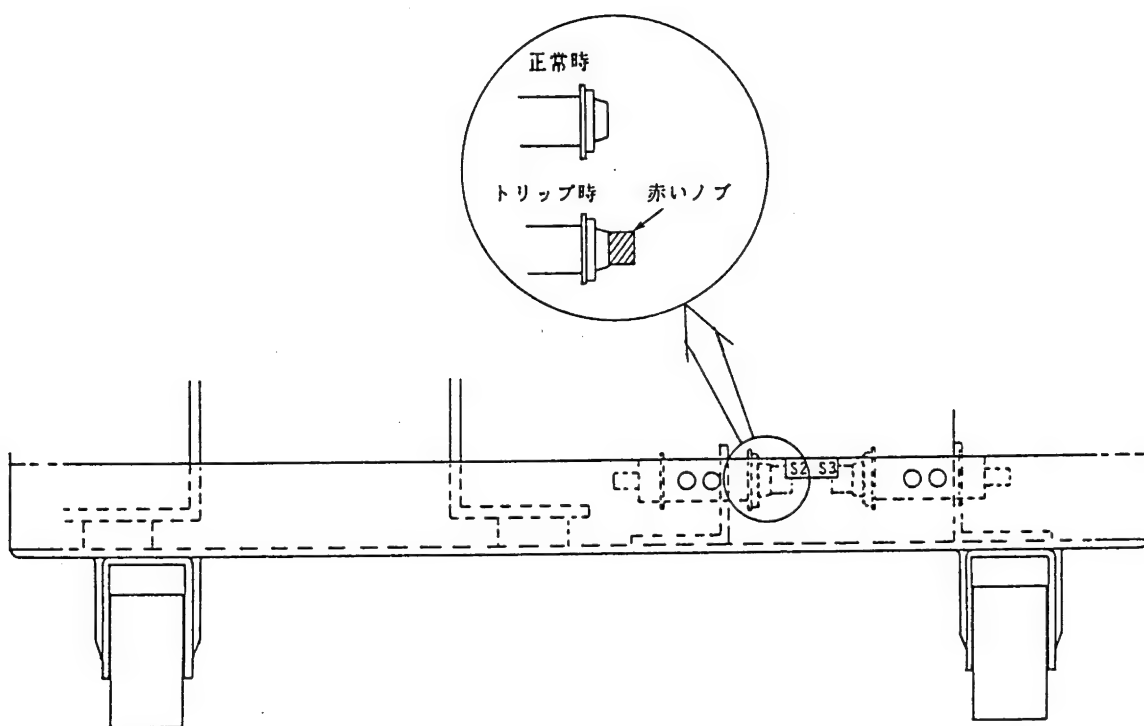

図 3-3-6
- OUTPUT [アウトレット]③ 1個当たりから 10A 以上の出力電流を流した場合、本体内部のサーキットプロテクタが遮断することがありますのでご注意ください。この場合は、一旦 POWER スイッチ②をオフにしてから次の 1) ～ 4) のように再度オンしてください。
- 1) 前面の吸気口④(エアフィルタ部)をはずしてください。方法は、3-3-4 の(1)項(3-42ページ)を参照してください。
- 2) シャッシ下部にサーキットプロテクタ(近くに S 2, S 3 と表示されています。)が取り付けられており、トリップ(遮断)時に赤いノブが飛び出しています。このノブを押すことによりリセット(復帰)させることができます。図 3-3-6 を参照してください。